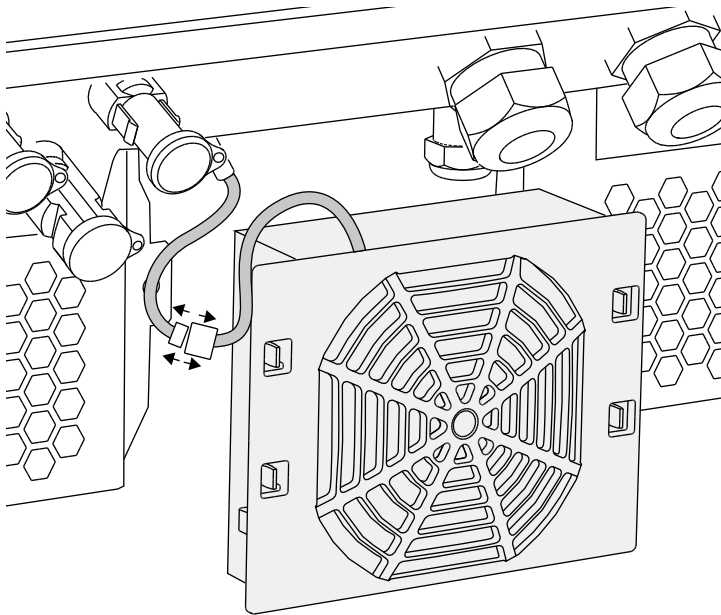

Fig. 70: Retirar el cable del ventilador
4. Extraer la unidad del ventilador completamente de la carcasa. Para ello, separar la conexión de enchufe del cable del ventilador.  **Fig. 70**